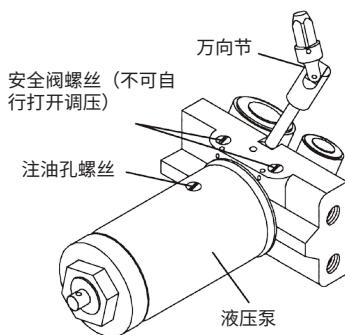

图 2
- 1) 旋松注油孔螺丝, 但不要取出螺丝 (见图 2)。
- 5) 拧紧注油孔螺丝 (见图 2)。
- 1) 取出注油孔螺丝 (见图 2)。